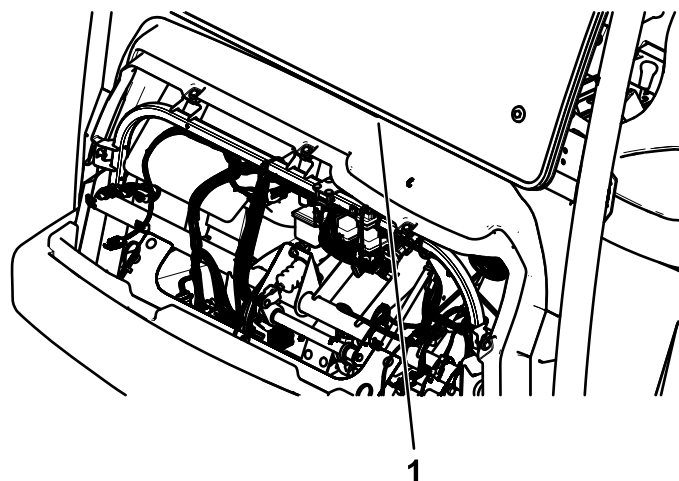

Figura 38
4. Cierre el hueco entre el salpicadero y la cabina ajustando el perno prisionero ($\frac{1}{2}$ " x 4") hasta que la chapa de tope presione hacia arriba en el salpicadero (Figura 38).